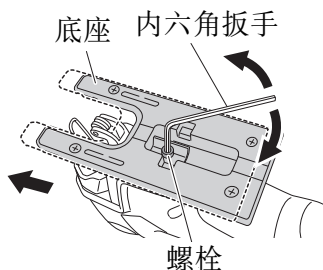

图 17
将底座充分向前移动。(图 17)
- (3) 再次上紧 M5 螺栓。(图 17)
- (4) 将轨道位置设为“0”。